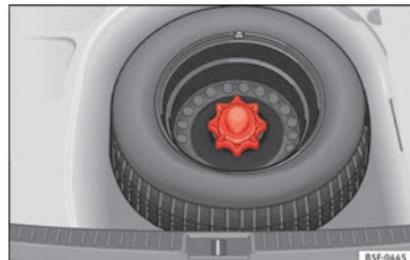

Fig. 242 Ruotino di scorta: piano di carico sollevato.
- Sollevare il piano di carico e mantenerlo sollevato per poter togliere la ruota di scorta »» fig. 242.